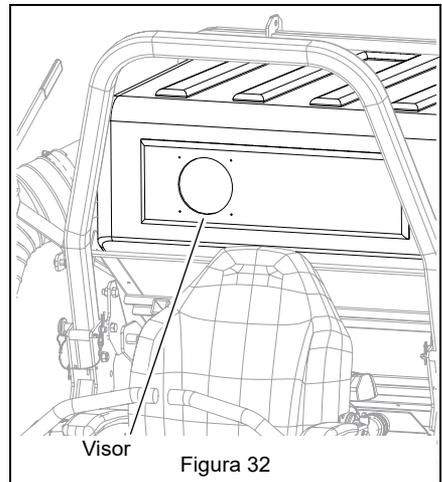

Figura 32
6. Compruebe que la embolsadora esté instalada y la puerta cerrada y bien bloqueada. Consulte Figura 32.
2. Gire la maneta hacia adelante para vaciar la embolsadora. Consulte Figura 32.
1. Mire por el visor si hay que vaciar la embolsadora (consulte *Vaciar la embolsadora* en la página 18). Consulte Figura 32.